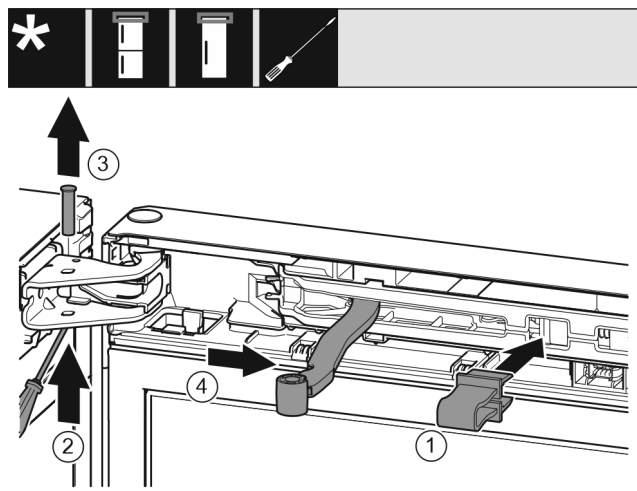

Fig. 9
- ▶ Фиксирайте предпазителя Fig. 9 (1) в отвора.
- ▶ Отвийте болта Fig. 9 (2).
- ▶ Извадете болта Fig. 9 (3) нагоре.
- ▶ Завъртете шарнира Fig. 9 (4) в посока към вратата.